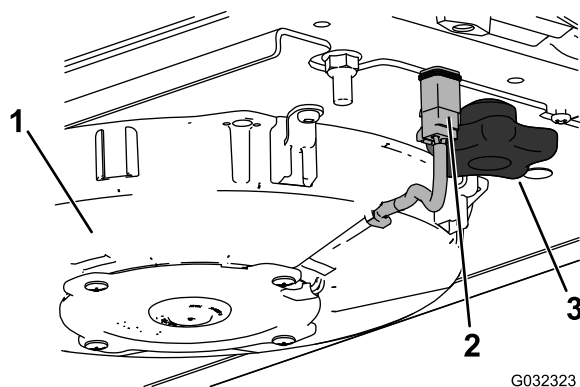
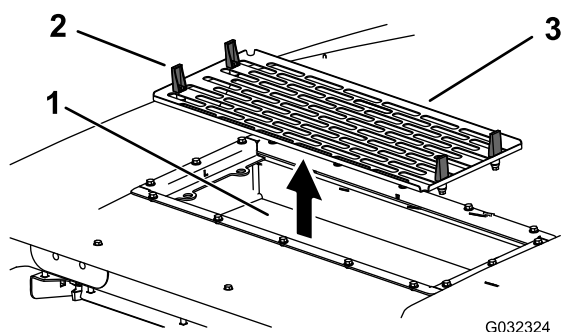

図 104
図 105
7. エアフィルタ、スクリーン、ファンアセンブリを取り付ける 図 103、図 105、図 104。
8. 各ファンの配線を元通りに接続する 図 104。